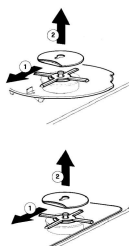

Figure 1
- L'interrupteur est situé sur le coté droite de la machine, pour procéder à la mise en marche appuyez sur l'interrupteur de façon que le cercle soit sur la partie qui ressort.(Fig. 1)
- Pour arrêter la machine appuyer sur l'interrupteur de façon à ce que le trait qui apparaît sur le bouton se retrouve sur la partie qui ressort. (FIG. 1)
Relâchez (1) et retirez (2) la plaque du capuchon de fixation de la pompe (fig.1)